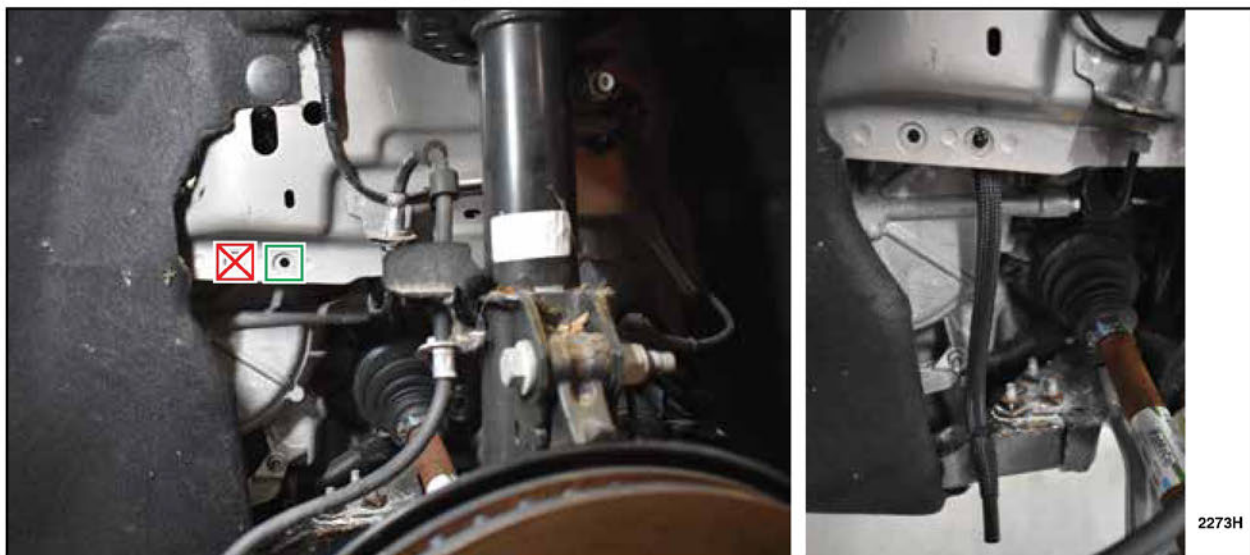

FIGURE 12
26. Tandis que le volant de direction est tourné à gauche, posez le connecteur sapin comme l'illustre la figure ci-dessous. Voir la figure 12.